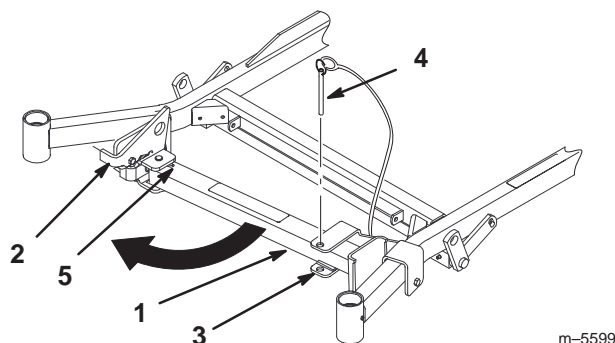

Figure 25
2. Retirez la goupille du support (Fig. 25).
3. Soulevez le verrou. Déployez le pied du support et poussez le support vers la machine, au bas de la fente (Fig. 25 et 26).
4. Ramenez le support   sa position de repos (Fig. 25).